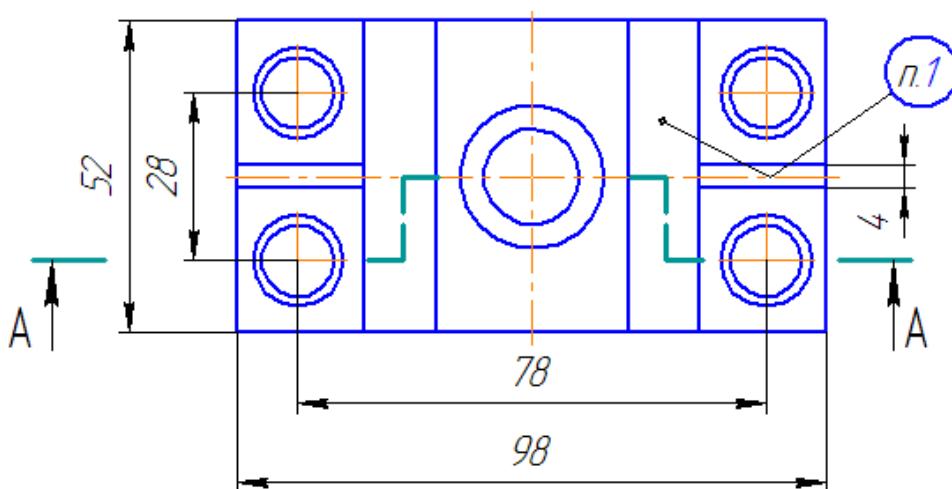

Рисунок 77.
- Нажмите кнопку **Создать объект** и прекратите выполнение команды (рис. 77).